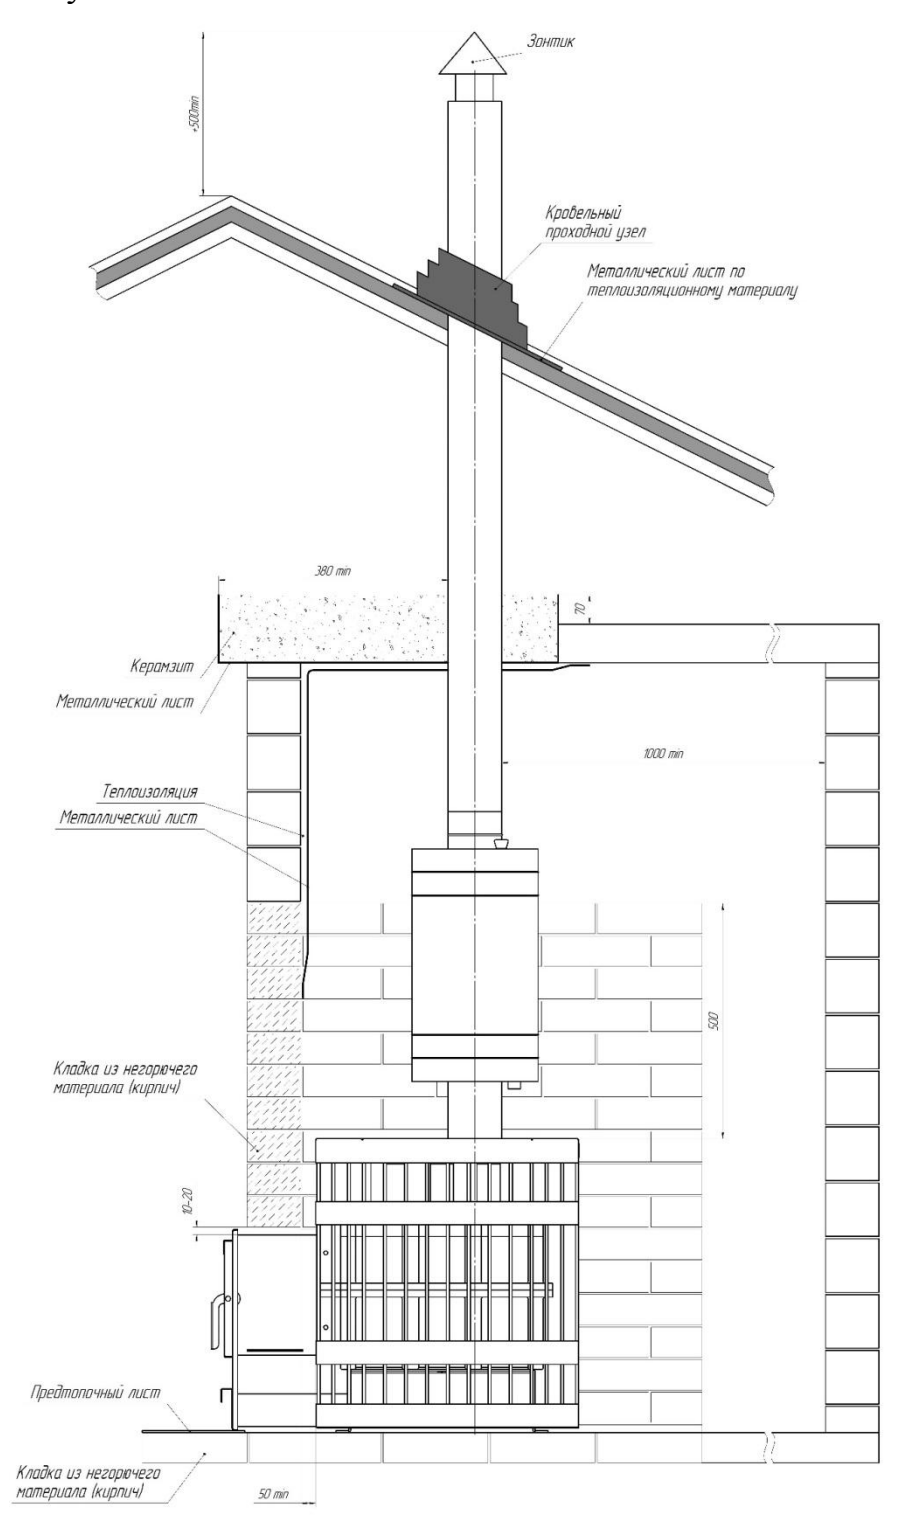

Рисунок 5: Установка банной печи серии «КОМЕТА»
**Кирпичная кладка:** оставьте между стенами и печью расстояние 50 мм, так, чтобы воздух мог циркулировать за печью и сбоку. Если печь установлена в нише стены, оставьте между ней и боковыми стенами расстояние 250 мм и 250 мм позади неё. Высота кирпичной кладки минимум 500мм (рисунок 5).